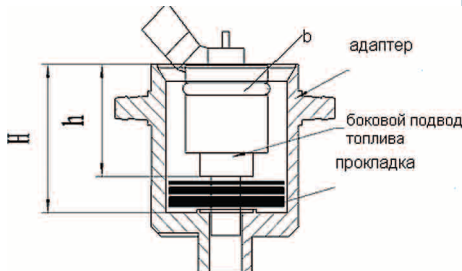

Рисунок 3 – Монтаж форсунки с боковым подводом топлива
3. Измерить длину форсунки h и глубину адаптера H (рис. 3).